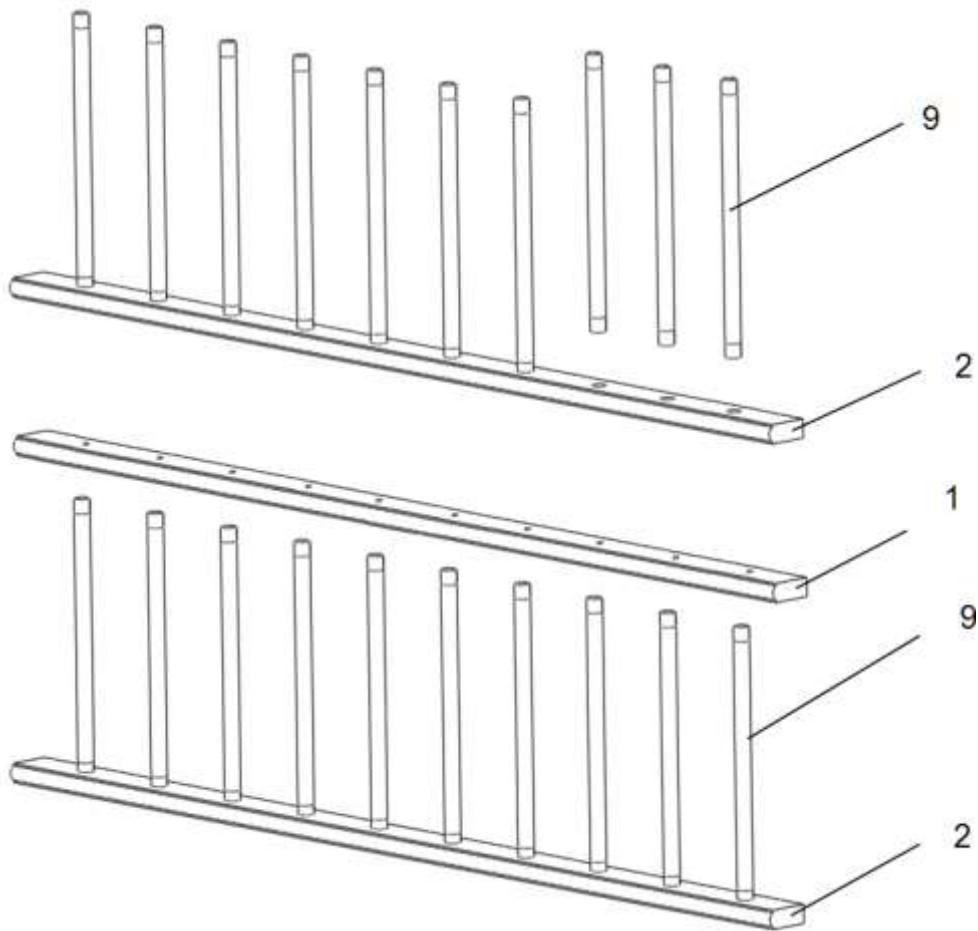

рисунок 2
4.3 Вставить *поперечины* (№9) в соответствующие отверстия стоеч (№№1,2) (рисунок 2). С помощью *саморезов* (№10) и *шайб* (№11) закрепить поперечины к стойкам. Установить заглушки (№12) (рисунок 1).